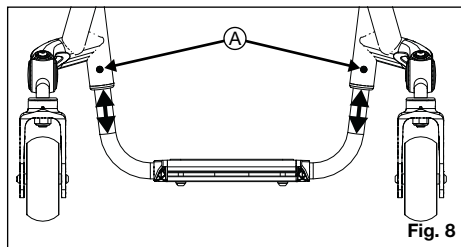

Fig. 8
1. Afloje el tornillo prisionero (Fig. 8:A) en cada lado del chasis con una llave Allen de 3 mm. No quite los tornillos.
2. Ajuste el tubo del apoyapiés hacia arriba o hacia abajo para alcanzar la altura deseada (Fig. 8:B).